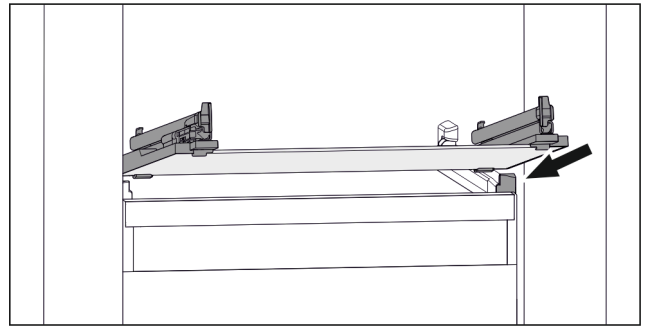

Fig. 122 Representación de la placa de vidrio a modo de ejemplo
- ▶ Coloque la placa de vidrio inclinada detrás de los topes. (consulte Fig. 122)